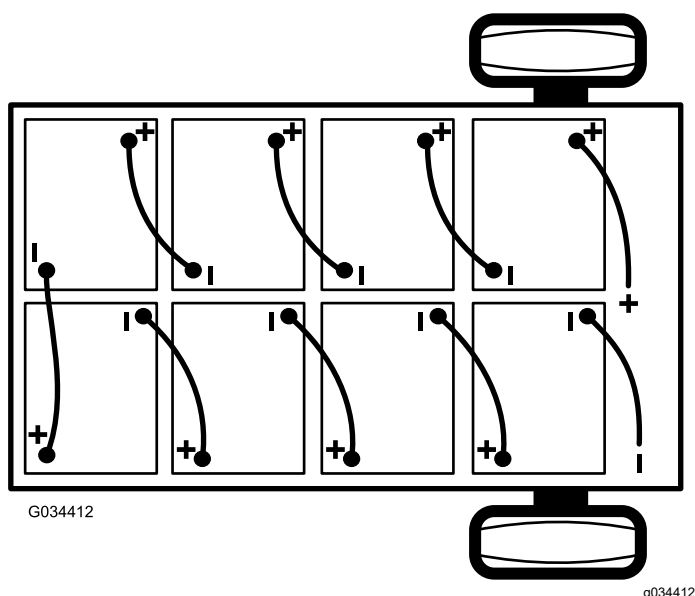

Figure 40
2. Débranchez le câble négatif principal (noir) de la batterie qui relie la rangée de batteries au point de masse de la machine (Figure 40).
3. Débranchez le câble positif principal (rouge) qui relie la rangée de batteries au contacteur principal de la machine (Figure 40).
Remarque: Observez la polarité lors de la mise en place des batteries neuves (Figure 40).
6. Reliez les batteries entre elles, comme montré à la Figure 40, avec les câbles d'interconnexion que vous avez retirés à l'opération 1.
2. Branchez le câble positif principal (rouge) entre la rangée de batteries et la machine (Figure 40).
3. Branchez le câble négatif principal (noir) entre la rangée de batteries et la machine (Figure 40).